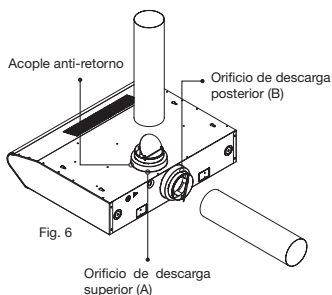

Fig. 6
• Para emplear la salida superior (A) o posterior (B) retire la tapa ejerciendo presión en los pre-cortes, luego ensamble el acople anti-retorno (ver bolsa de accesorios) en el orificio de descarga que se acomode a su necesidad, finalmente conéctelo al tubo de descarga como se muestra en la fig. 6